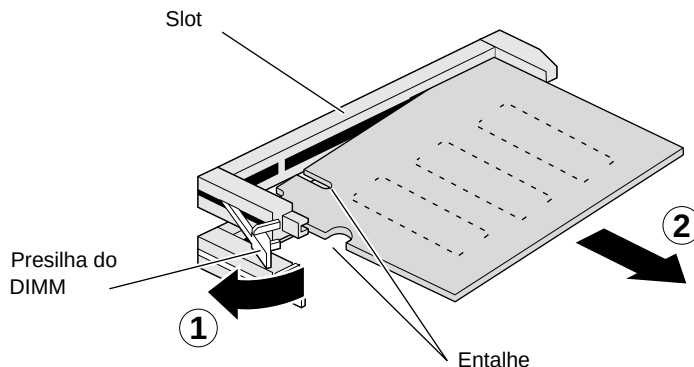

Figura 3-8 Removendo um DIMM
8. Para remover um DIMM, pressione a sua presilha, à esquerda do slot. A parte inferior da presilha empurrará uma borda do DIMM para fora do slot. Veja a Figura 3-8.